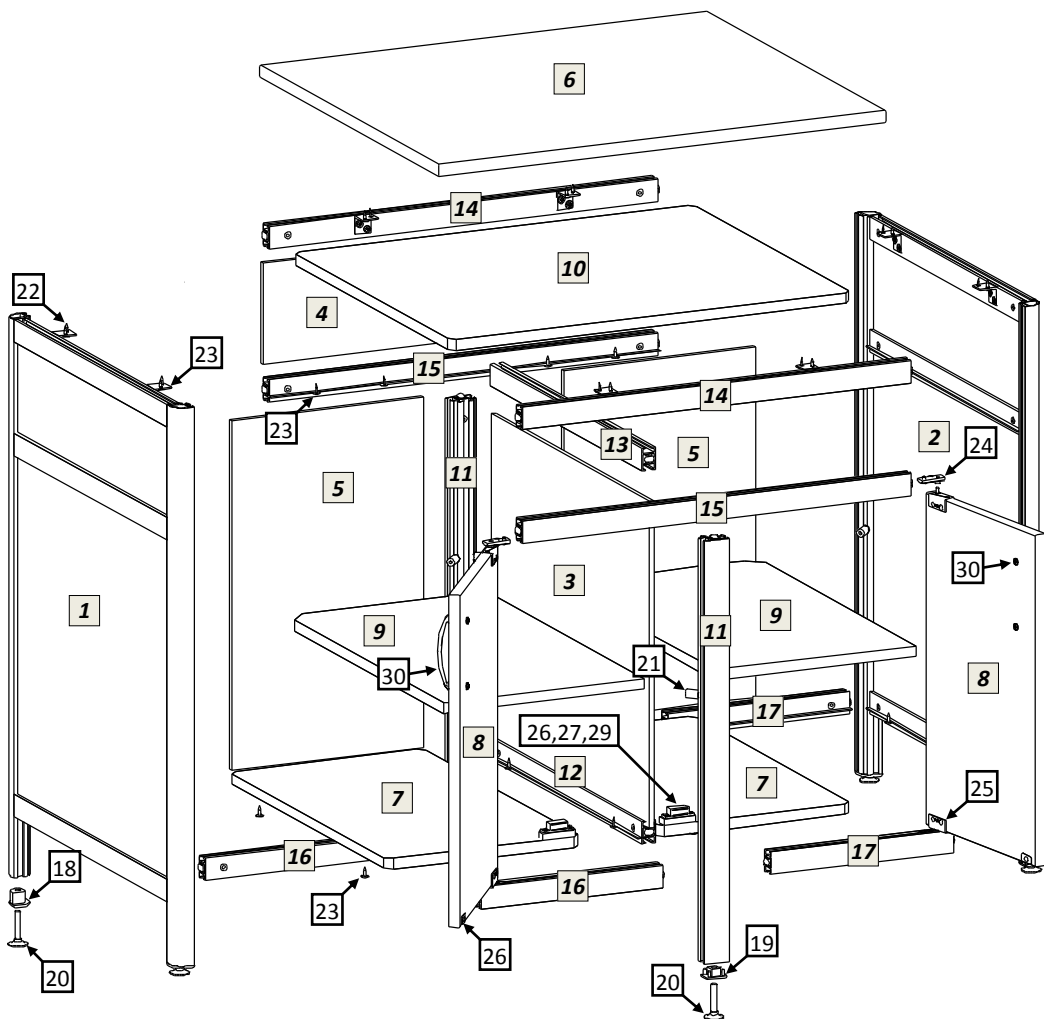

рис.1
- 5.1 Распаковав изделие, внимательно ознакомьтесь со схемой сборки, изображённой на рис.1. Согласно позициям на схеме и комплектовочной ведомости определите расположение деталей в изделии и порядок их сборки. Сборка производится на ровном полу, укрытом материалом, предотвращающим повреждение покрытия пола и деталей мебели. Подготовьте необходимые для сборки инструменты – плоскую и крестовую отвёртки, молоток, рулетку или линейку, гаечный ключ 12мм для регулировки опор, шуруповёрт.